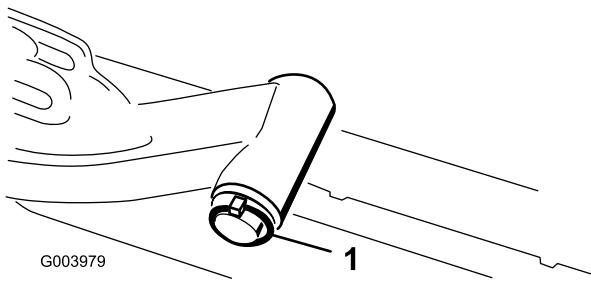

図 8
- A. 昇降アームのピボットシャフトを昇降アームに固定しているリンチピンとワッシャを外し、昇降アームからピボットシャフトを抜き出す（図 8）。
C. 昇降アームのシャフトを昇降アームに差しこみ、ワッシャとリンチピンで固定する（図 8）。